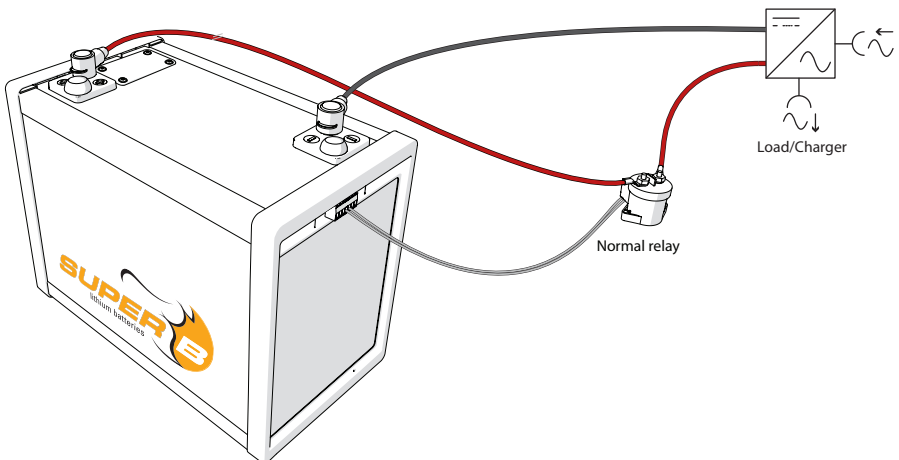

Abbildung 7. Anschluss eines normalen Relais als Batterie-Trennvorrichtung.
1. Wenn Sie ein normales Relais verwenden, schließen Sie dieses an Con 2 (I/O-Anschluss 7), Pin 4 (Rc) und Pin 5 (Rnc) gemäß der Darstellung in Abbildung 7 an.